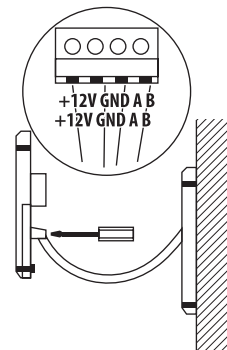

Рис. 7.
4. Подключите силовую проводку коробки внутри стены к клемме подключения (проверьте, чтобы не было короткого замыкания) (рис. 7).